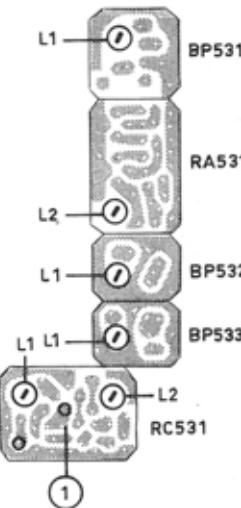

fig. 4
Fremgangsmåde (se fig. 4).
- Spole L1 i BP531 justeres til bedste signal støj forhold. (se fig 4).